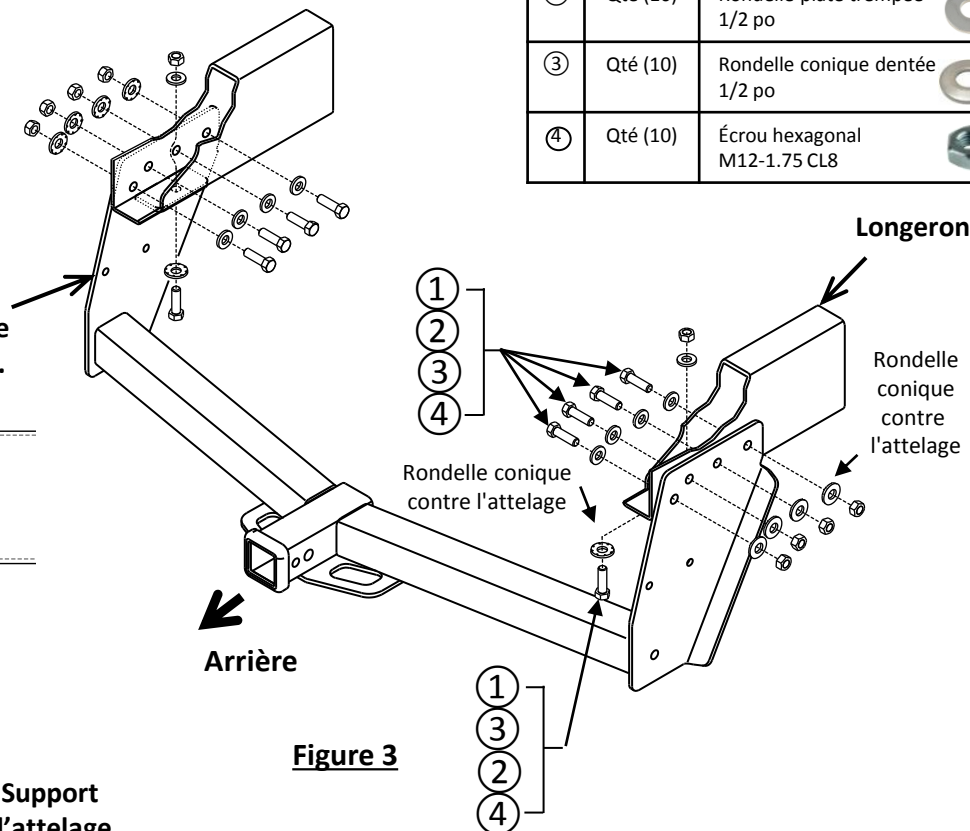

Figure 3
3. Soulever l'attelage en position en alignant les trous de l'attelage sur les trous existants des longerons. Poser lâchement les boulons hexagonaux M12, les rondelles plates trempées, les rondelles coniques dentées et les écrous hexagonaux. Voir la Figure 3 et la Figure 5.